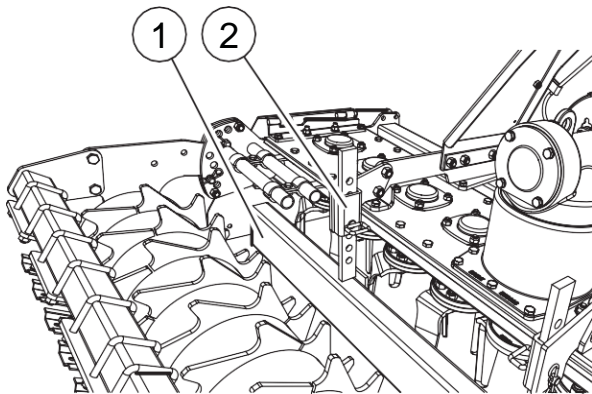

FIG. 24
För att starkare jämna ut och sönderdela jorden är harven försedd med en sladdplanka (1, "fig. 24") placerad bakom knivarna. Den kan justeras i höjddled med pinnar (2). Utför justeringarna så att sladdplankan så långt som möjligt har jämnt avstånd från marken. Undvik att sätta sladdplankan för djupt eftersom den kan skadas. Vi rekommenderar att börja arbeta med sladdplankan i ett högt läge. Justera sladdplankans position tills önskad position har nåtts.